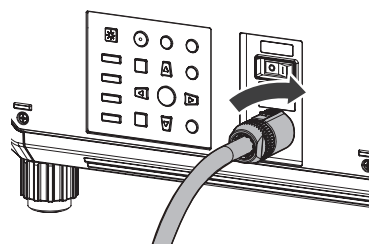

Fig. 2
- 2) Mentre si inserisce il connettore del cavo di alimentazione nel proiettore, ruotarlo in senso orario fino all'estremità. (Fig. 2)